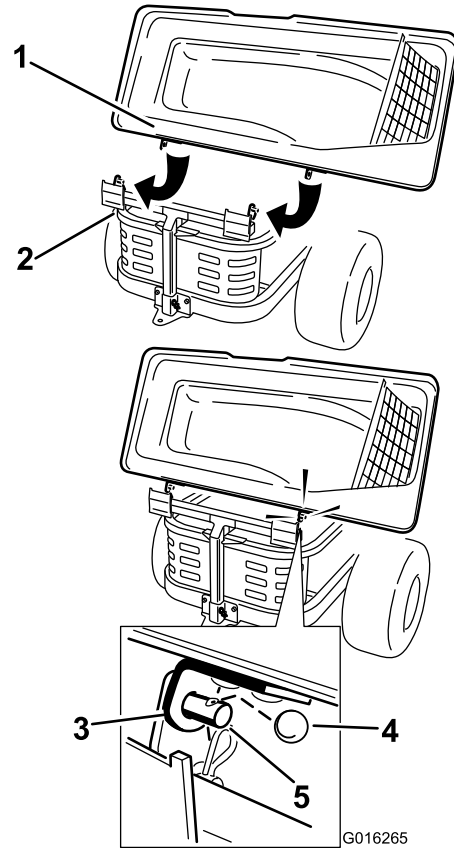

Рисунок 20
2. Сдвиньте кронштейны в сторону стержней на раме травосборника и установите кольцевой шплинт в отверстие в правом стержне (Рисунок 20).